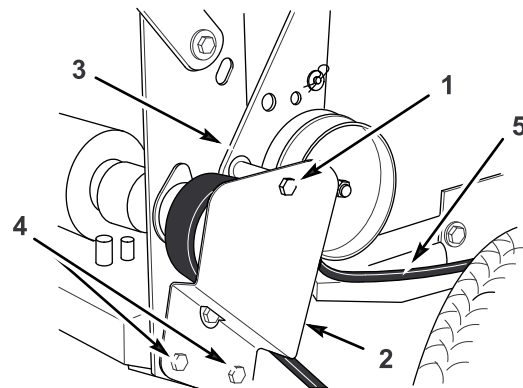

Figure 47
1. Enlevez le boulon de fixation supérieur du support et de la patte de la poulie de tension au bâti arrière (Figure 47).
2. Desserrez suffisamment les deux vis de fixation inférieures pour permettre à la courroie de passer entre la poulie d'entraînement et le support de la poulie de tension (Figure 47).
5. Montez la vis de fixation supérieure du support et de la patte de la poulie de tension au bâti arrière (Figure 47).
6. Serrez suffisamment les deux vis de fixation inférieures pour permettre à la courroie de passer entre la poulie d'entraînement et le support de la poulie de tension (Figure 47).